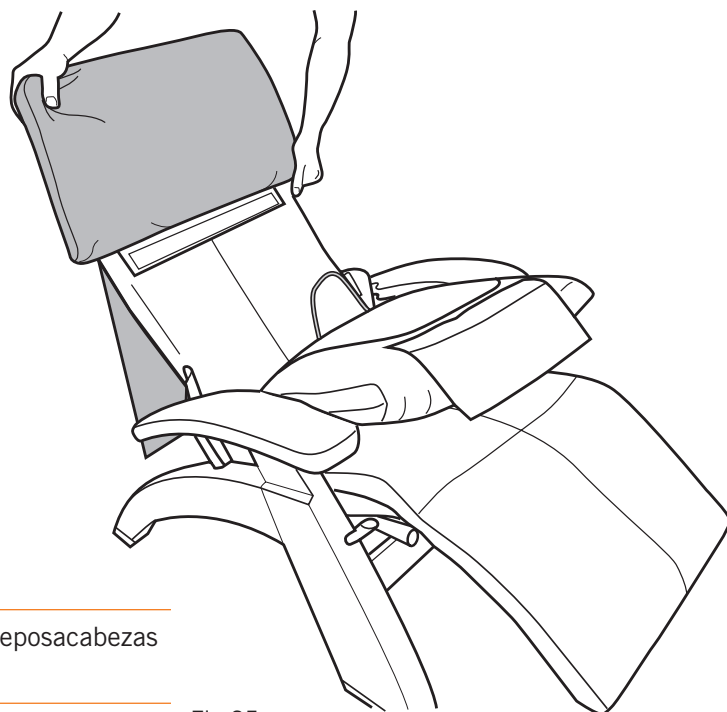

Fig.25
2. Deslice la almohadilla del reposacabezas sobre el marco del reposacabezas (Fig.25).